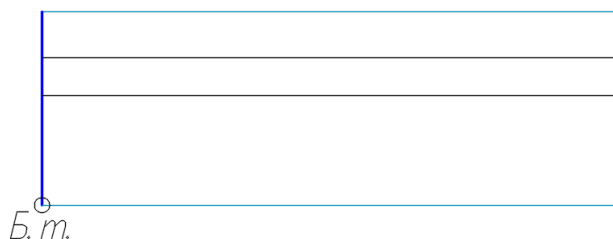

Рис. 59. Оконный проем с двойным остеклением
1. Выполнить изображения оконного проема габаритами 1512x510 мм (рис. 59). Выбрать элементы этого изображения для создания блока *ОК*.
- с помощью кнопки **Указать** выбрать базовую точку (*Б.т.*) блока щелчком мыши (см. рис. 59);